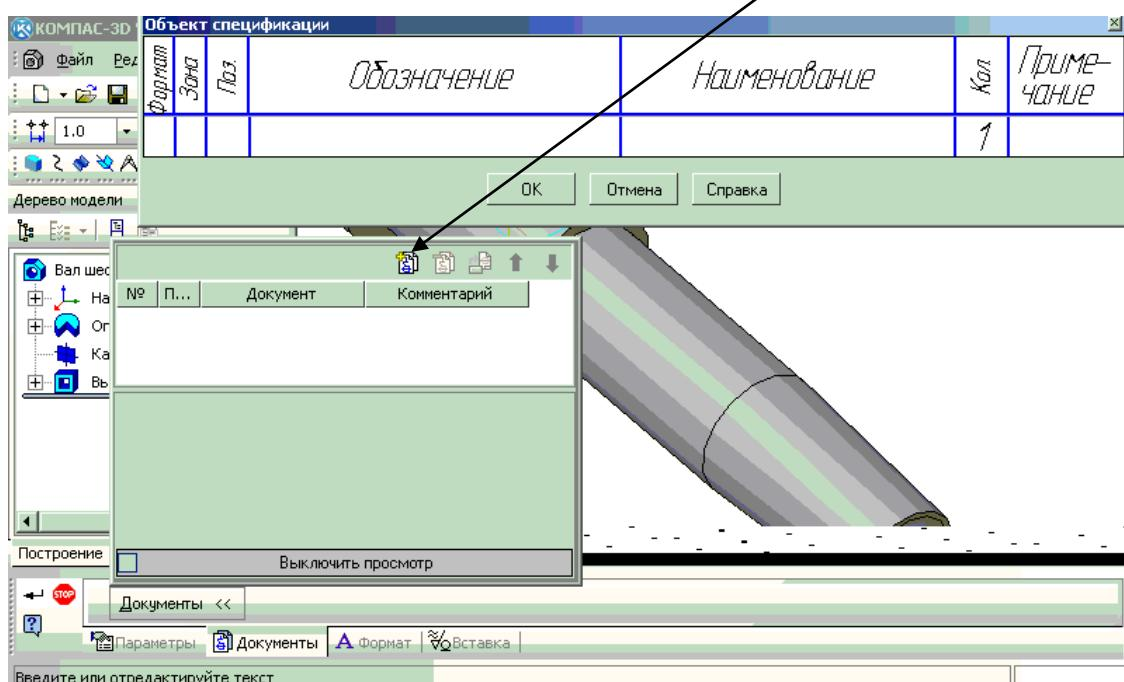

Рис.1
8. Подключите файл детали к строке спецификации (на закладке **Документы** на Панели свойств, нажмите на кнопку **Добавить документ** (рис.1).